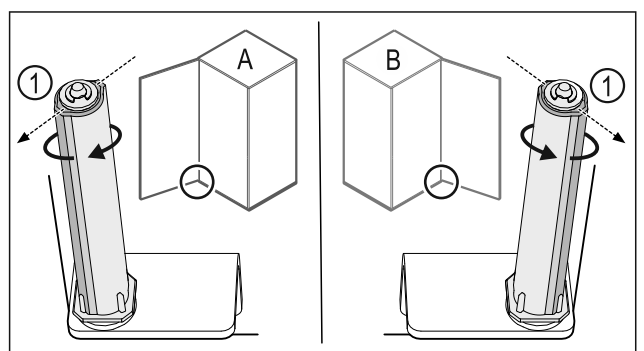

Fig. 30 Vasakpiiraja (A) / parempiiraja (B)
- Keerake sulgemissüsteemi vastu takistust, kuni sulgemissüsteemi vahetugi Fig. 30 (1) on suunatud väljapoole.